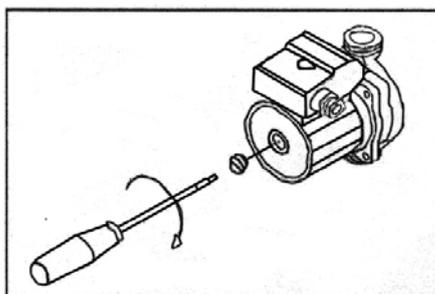

Рис.6 Проверка циркуляционного насоса
-если котел не эксплуатировался в течение долгого времени, проверьте, не заблокирован ли циркуляционный насос. Это может быть произведено следующим образом: при помощи отвертки открутите заглушку насоса и проверните его вал несколько раз туда и обратно (рис.6). Плотнo закрутите заглушку.